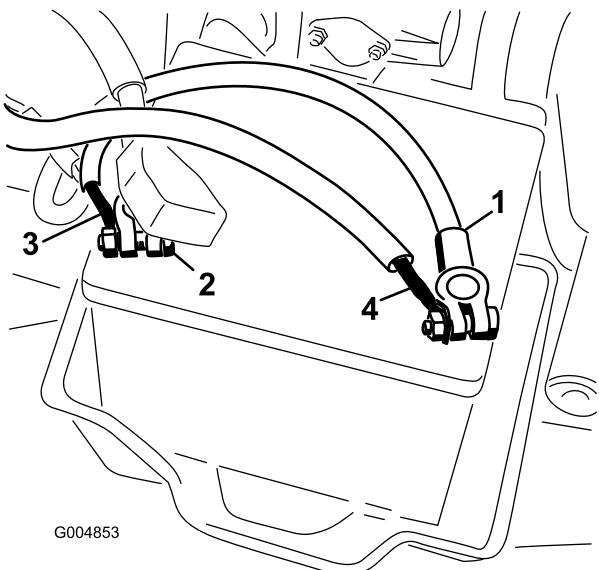

Figura 26
11. Ligue a cablagem de alimentação ao polo positivo da bateria (Figura 26).
12. Ligue o fio preto ao polo negativo da bateria (Figura 26).